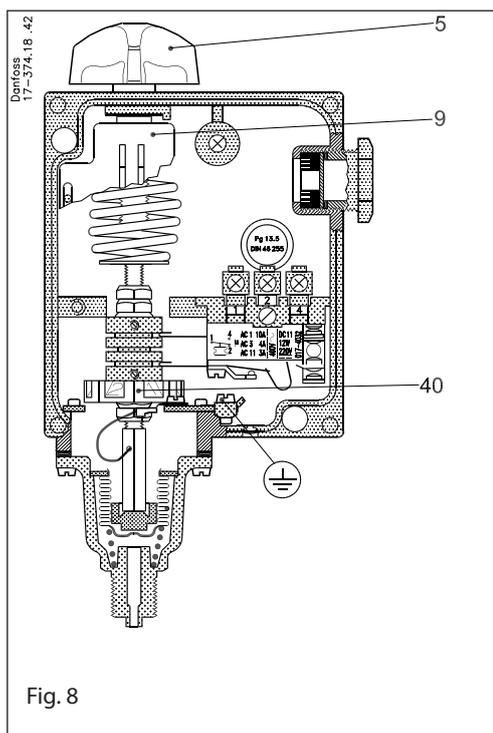

Fig. 8
Il valore viene impostato mediante una manopola (5) fig. 8 leggendo la scala di regolazione. La pressione impostata è la pressione alla quale i contatti 1-4 si aprono (vedere fig. 13).
Insieme al convertitore di frequenza VLT®, i pressostati RT 200L possono essere usati per il controllo continuo di una pompa situata, per esempio in un impianto di generazione di pressione. In questo caso la pompa deve essere regolata in alto e in basso a 32 e 25 m di colonna d'acqua. Il modello RT 200L deve essere regolato mediante l'apposita manopola (5) fig. 8 pag. 9 a 3.5 bar (35 m di colonna d'acqua) meno il differenziale fisso di 0.2 bar. L'impostazione è quindi di 3.5 - 0.2 = 3.3 bar. La zona neutra, 35 - 32 = 3 m colonna d'acqua, corrispondente a 0.3 bar, deve essere impostato sul disco di zona neutra (40) fig. 8 pag. 9. In base al grafico fig. 12 la regolazione del disco è 1 o poco più. Un'impostazione più precisa si può ottenere mediante la prova indicata nella fig. 14.